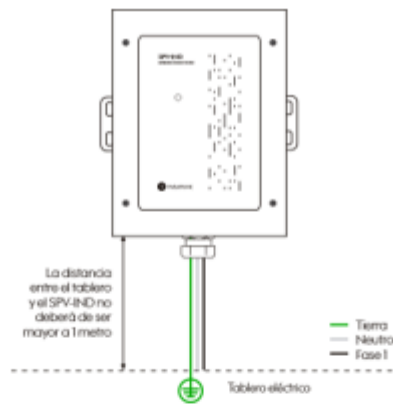

IMAGEN 1
6. Ubicación del SPV. (Imagen 1)